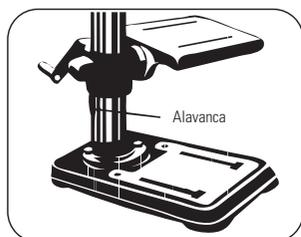

FIGURA 8.12
- Volte a apertar a Alavanca da Mesa Móvel (Figura 8.12).
2. Regule a profundidade de furação através do dispositivo de regulagem. (Figura 8.12)